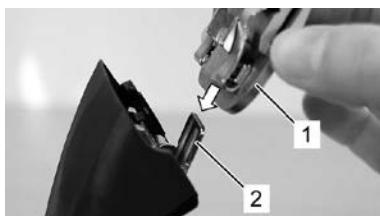

Fig. 15
6. Fest klippehodet på bladhengselet, og fold den inn på den påslatte klippemaskinen med et lett trykk (Fig. 15, 16, 17).